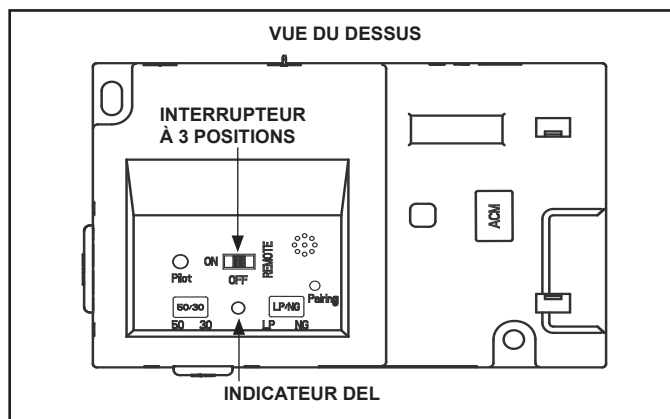

Figure 3.6 IFT-ECM
1. Le module de commande électronique (IFT-ECM) possède un interrupteur de sélection à trois positions ON/OFF/REMOTE qui doit être réglé pour un bon fonctionnement. Voir la figure 3.6. Lorsque vous changez la position, il est important de faire une pause de 1 à 2 secondes dans chaque position.